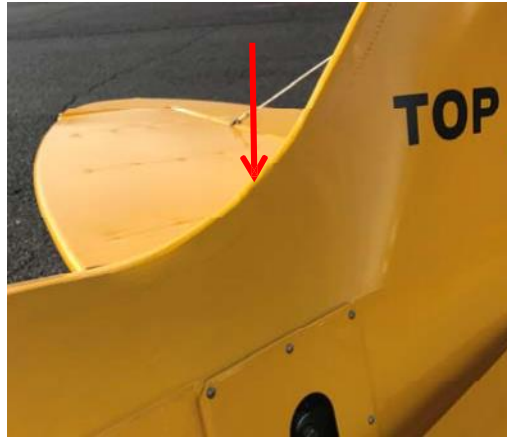

图 5 – 钻孔位置
5. 在顶开螺栓正上方的布料上剪开一个孔(见图 5)。前缘翼翅整流罩上有一个孔，用于连接顶开螺栓。如果前缘翼翅整流罩上的孔不够大，您可能得根据需要加宽这个孔来拆卸顶开螺栓。